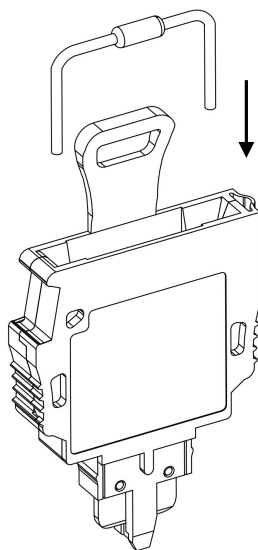
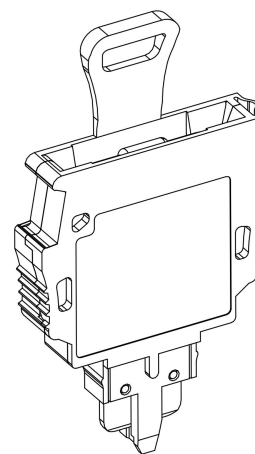

Рисунок 43 – установка радиокомпонента в отверстие штекера
Рисунок 44 – радиокомпонент, установленный в отверстие штекера
- Не извлекая отвертку из паза штекера, вставьте необходимый компонент в отверстие штекера (рис. 43; рис. 44).